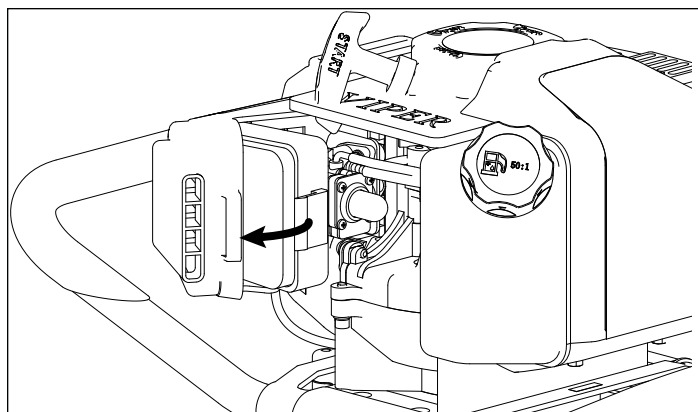

Figure 5
3. Une fois que les pattes sont dégagées, retirer le couvercle de filtre à air en le pivotant pour l'écarter du moteur. **VOIR FIGURE 5.**